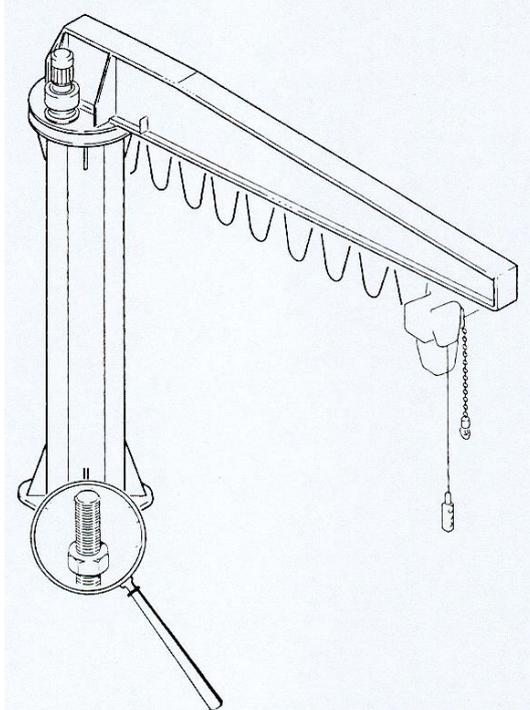

fig.114
**Vérification annuelle de l'efficacité des éléments structurels, des soudures et des joints boulonnés** (fig.114) :